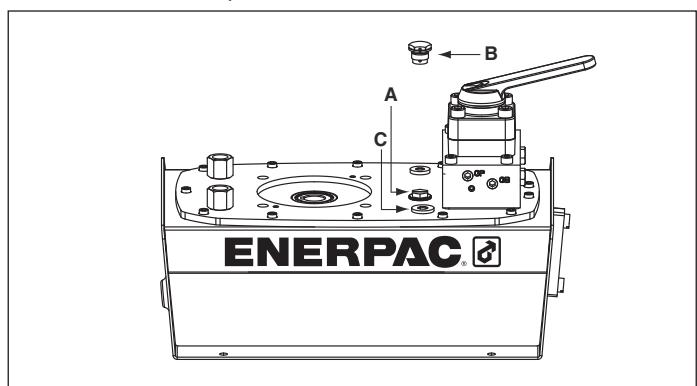

Abb. 2, ZG Einbau des Entlüfters
4.1 Behälter-Entlüfterkappe (siehe Abb. 2)
Überprüfen Sie den Ölpegel der Pumpe vor dem Start. Geben Sie nötigenfalls Öl hinzu, indem Sie den Stöpsel SAE Nr. 10 von der Abdeckplatte entfernen (siehe Abb. 2). Der Behälter ist voll, wenn der Ölpegel im Sichtglas bis nach oben geht. (Abb. 4).
Überprüfen Sie den Ölpegel der Pumpe vor dem Starten und fügen Sie nötigenfalls Öl hinzu, nachdem Sie die Einfüllöffnungskappe entfernt haben. Achten Sie immer darauf, dass die Zylinder vollständig zurückgezogen sind, bevor Sie Flüssigkeit im Behälter hinzufügen. Siehe Abb. 2.